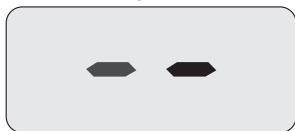
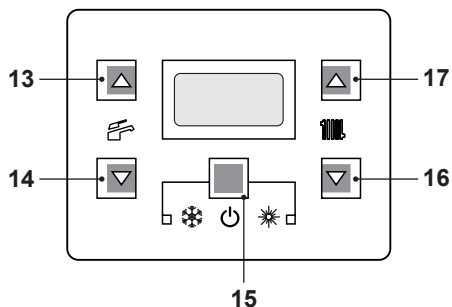

Figura 6.6
Figura 6.7
- Alimentare elettricamente la caldaia azionando l'interruttore bipolare previsto in installazione. Il display LCD visualizza il simbolo (Figura 6.6).
- Tenere premuto per 2 secondi il tasto 15 fino a far apparire sul display entrambe i simboli e (Figura 6.7).
- Spegner la caldaia tenendo premuto per 2 secondi il tasto 15 (Figura 6.7) fino a far apparire sul display LCD il simbolo  (Figura 6.6).